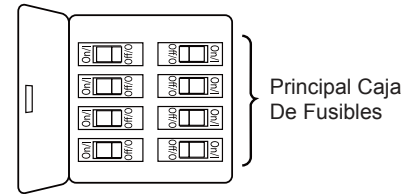

Figura 1
Uso de perfil bajo (Figura 1)
1. Extraiga la pieza de la bola colgante de la unidad de la bola colgante / varilla aflojando el tornillo de presión de la bola colgante hasta que la bola se libere de la varilla. Retire el pasador del barral y luego extraiga la semiesfera. Conserve el pasador y la semiesfera para su reinstalación en el Paso 7. (Figura 1)
Para evitar una posible descarga eléctrica, asegúrese de cortar la alimentación eléctrica de la caja de fusibles principal antes de colgar el ventilador. (Figura 1)
- ☐ 1. Para configurar el código de unidad del receptor. Deslice los interruptores de código a las mismas posiciones que en el transmisor. (Figura 1)
1. Instale la cubierta rotando la ranura clave en la cubierta sobre el tornillo de hombro del soporte del gancho, teniendo cuidado de no pillar los cables. Fije el tornillo de hombro. Instale adecuadamente y fije el segundo tornillo de hombro que fue anteriormente guardado. (Figura 1)
- ☐ 1. Asegure las tres palas usando los tornillos de 1/4"-20 con arandelas planas en la placa de las palas a través de los orificios ubicados en la parte inferior del motor. (Figura 1)
- ☐ 1. **IMPORTANTE:** El uso de un regulador de la intensidad completa (no incluido) para controlar la velocidad del ventilador dañará el dispositivo. Para reducir el riesgo de incendio o descarga eléctrica, no utilice dicho regulador para controlar la velocidad del ventilador. (Figura 1)